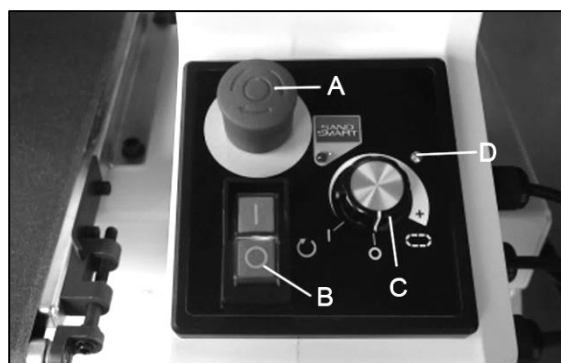

Figure 9-1: Panneau de commande
2. Déverrouillez l'arrêt d'urgence (A, Figure 9-1) en tournant le bouton rouge dans le sens des